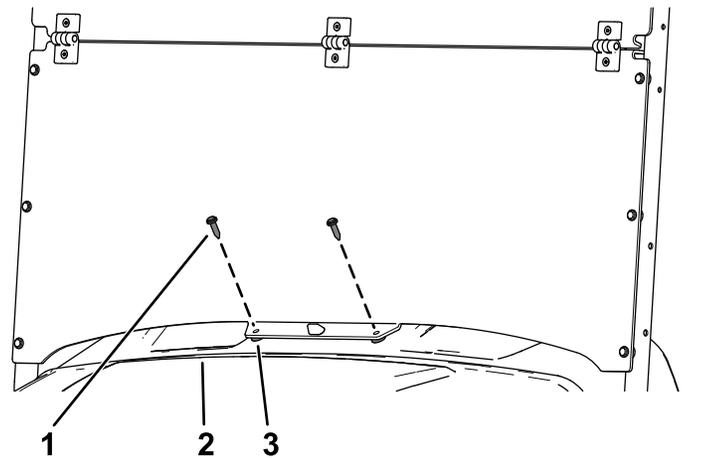

图 10
- 用 2 个塑料隔片和 2 个长塑料铆钉将风挡下部的底部固定至仪表板图 10。